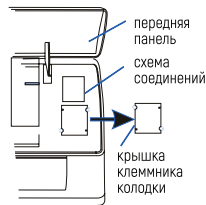

рис. 20
2. Снимите крышку, как показано на рис. 20 (отвинтив винт или сломав крючки).